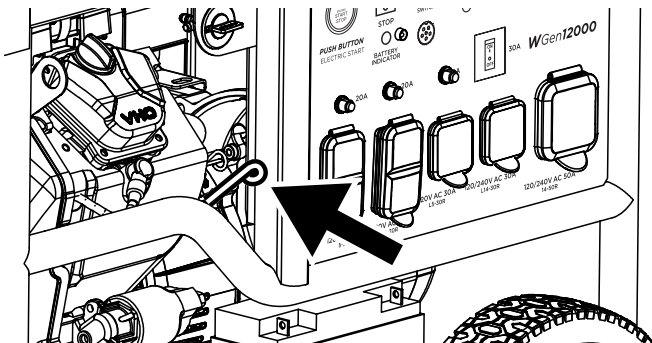

Figura 13 - Varilla de medición de aceite
9. Retire la varilla medidora de llenado de aceite (consulte la Figura 13 a continuación).